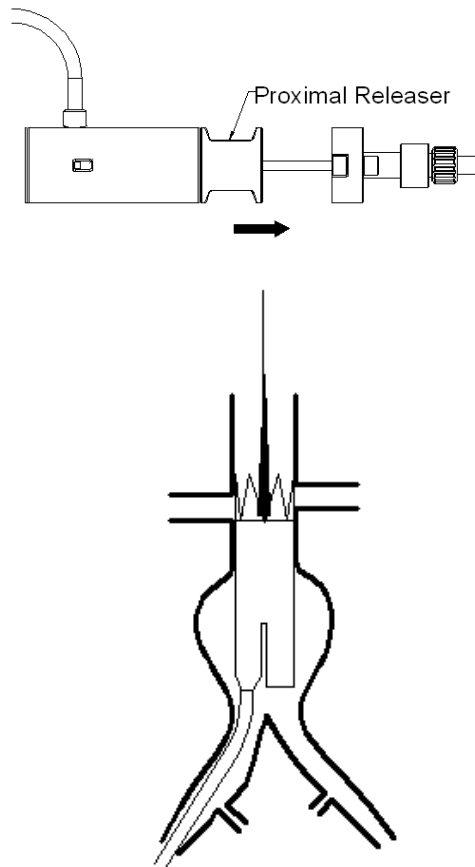

Fig. 7 Tirar del liberador proximal
5.13 Tirar el liberador proximal para liberar el resorte proximal de la prótesis artificial (**Fig. 7**)